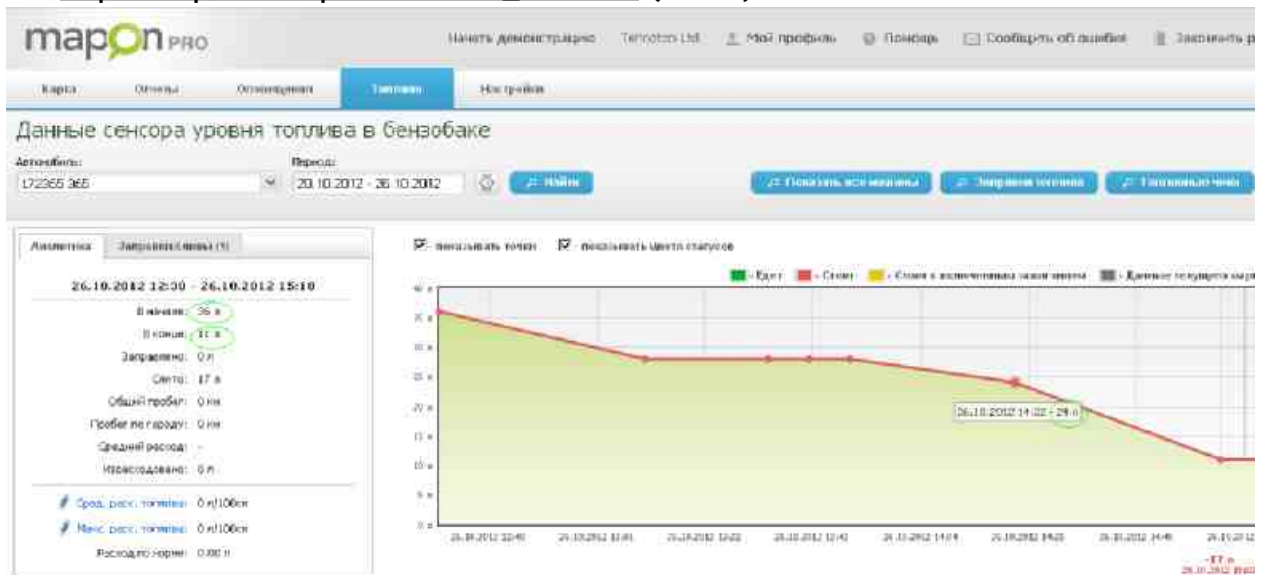

Рисунок 5
3.5. Проверить данные по уровню топлива на web сервере mapOn http://mapon.com/partner/client_list/2332 (Рис. 5):